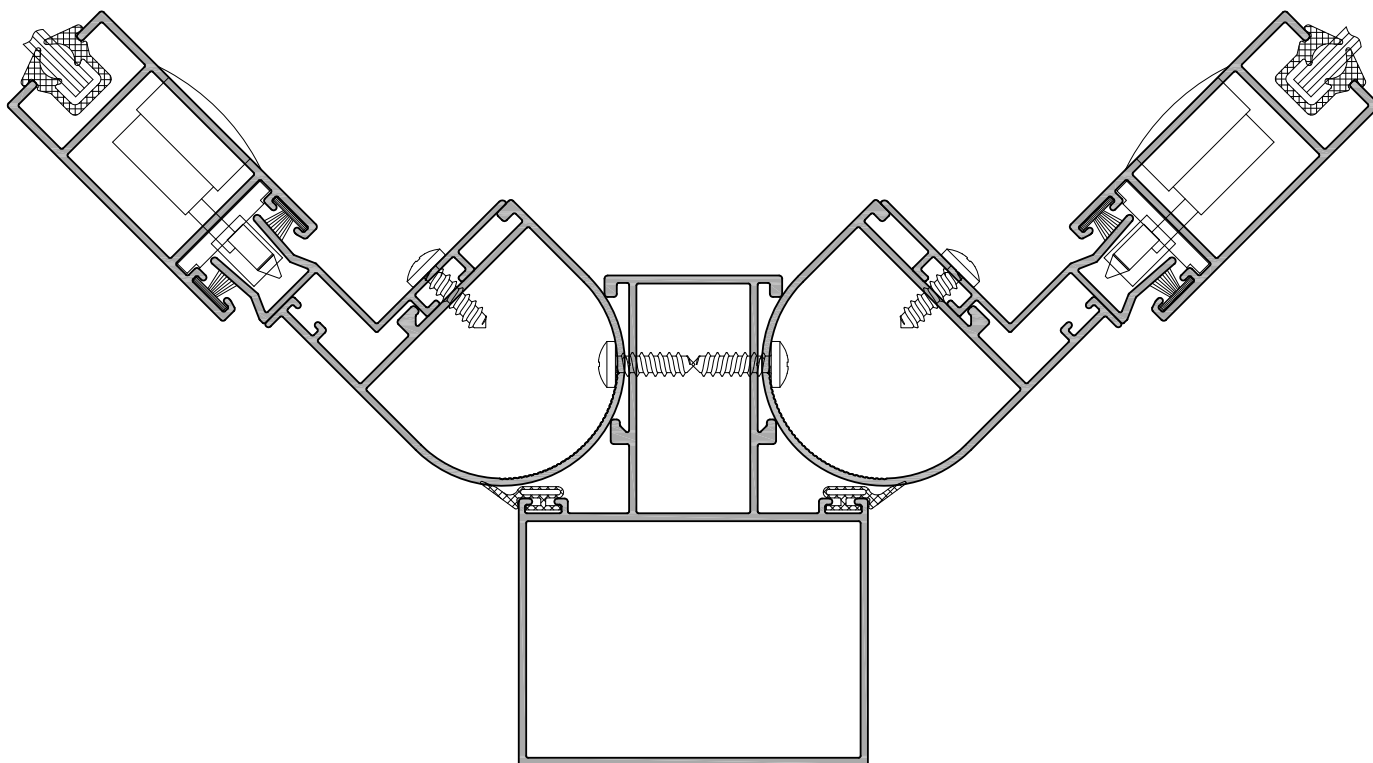

Рис. 16.8
- интеграция в проемы, ограниченные поворотными доставочниками (рис. 16.8);